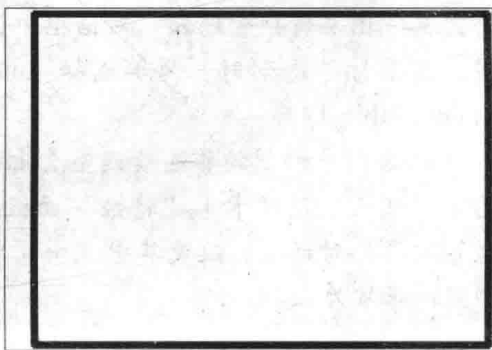

图 1-6 绘制图框
- 将“粗实线”层设置为当前图层, 再次调用矩形命令, 在“指定第一个角点:”的提示下输入“25, 5”, 然后在“指定另一个角点:”的提示下输入相对坐标“@ 390, 287”并按 Enter 键, 绘制出图框的内框, 如图 1-6 所示。
- 将“粗实线”层设置为当前图层, 调用矩形命令 RECTANG (命令别名“REC”)在图 1-6 中图框的内框的右下角绘制如图 1-8 所示标题栏的外框。然后将“细实线”层设置为当前图层, 并调用直线命令 LINE 绘制标题栏中的表格 (也可以使用 AutoCAD 的表格功能来绘制该标题栏, 参见看后面的相关章节)。